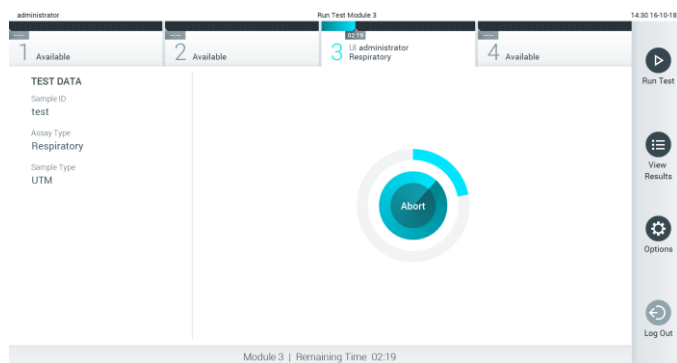

图 28. 测试执行和剩余运行时间的显示。
- 测试运行过程中，在触摸屏上会显示剩余运行时间（图 28）。